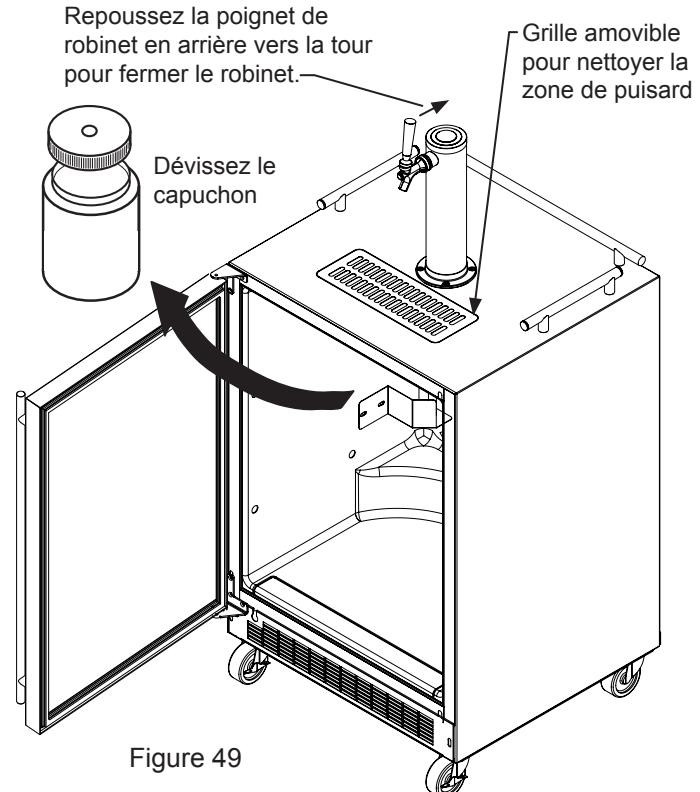

Figure 49
2. Assurez-vous que la poignée de vanne est ferme sur la tour (voir la Figure 49).
Sur un **distributeur de bière autonome**, enlevez la grille Marvel du devant de la tour, nettoyez-la à l'eau savonneuse et faites-la sécher avant de la réinstaller. Nettoyez la zone de puisard à l'eau savonneuse et faites-la sécher (Voyez la Figure 49).